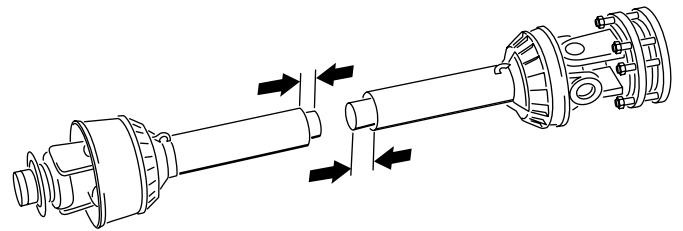

Figura 17
11. Separe as duas metades do veio da tomada de força (Figura 17).
12. Meça a distância da extremidade de cada tubo até à sua proteção de segurança (Figura 17).